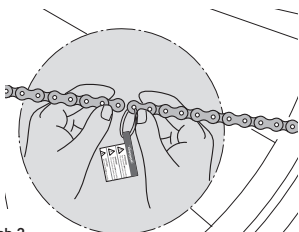

Abb.2
**ACHTUNG!** Führen Sie alle folgenden Vorgänge an demjenigen Kettenende aus, an dem nicht das Kunststoffband und die Klebeetikette "Warning!" (Abb.2) angebracht ist und schneiden Sie auch dort die überzähligen Kettenglieder ab.